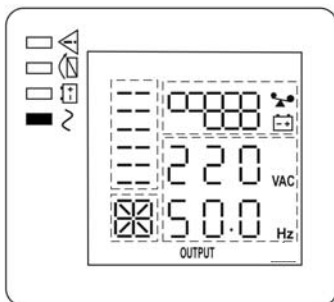

Рисунок 9 — состояние ЖК-дисплея и индикаторов в режиме «ОСНОВНОЙ»
- Включите изделие комбинацией кнопок  +  (см. п.1 таблицы 2). Изделие выполнит автоматическое самотестирование, определит качество входного сетевого напряжения и уровень нагрузки. Процесс самотестирования сопровождается последовательным включением/выключением всех индикаторов. После самотестирования изделие перейдет в режим «ОСНОВНОЙ» и продолжит заряд АКБ. Индикатор «БАЙПАС» погаснет, а индикатор «ИНВЕРТОР» включится (см. рисунок 9).
- Включите нагрузки. Если нагрузок много, необходимо включать их последовательно, одну за другой, на ЖК—дисплее отобразится уровень нагрузки (см. рисунок 9).
Вновь подать сетевое напряжение. Изделие должно автоматически перейти в режим «ОСНОВНОЙ» (см. рисунок 9), либо в режим «ЭКО», если параметр ЕСО включён (см. Приложение 2, описание настройки параметров изделия).